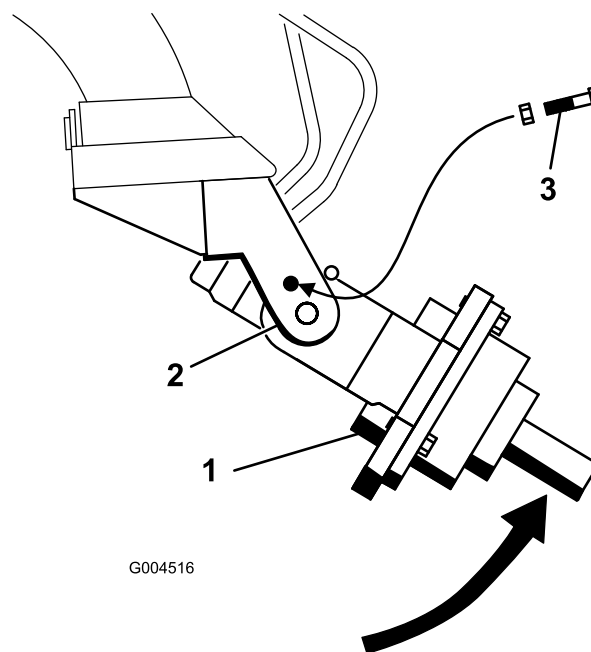

Figura 5
5. Rotiți manual capul de antrenare al melcului în sus, până când puteți glisa un urub ($\frac{1}{2} \times 2 \frac{1}{2}$ ") în orificiul din brațul suportului, fixând capul de antrenare. Fixați uor urubul cu o piuliă ($\frac{1}{2}$ ") aa cum se arată în Figura 5.
3. Rotii manual capul de antrenare al melcului în sus, până când puteți glisa un urub ($\frac{1}{2} \times 2 \frac{1}{2}$ ") în orificiul din brațul suportului, fixând capul de antrenare. Fixați ușor urubul cu o piuliță ($\frac{1}{2}$ ") așa cum se arată în Figura 5.